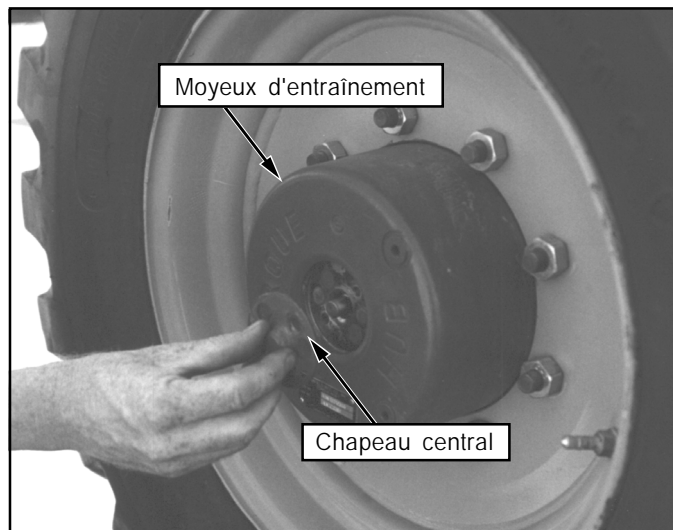

Figure 6 : Désengagement du moyeu d'entraînement
3. Se reporter à la figure 6, et désengager les quatre moyeux de roue d'entraînement. Déposer les deux vis ainsi que le chapeau central. Poser de nouveau le chapeau central mais en sens contraire.